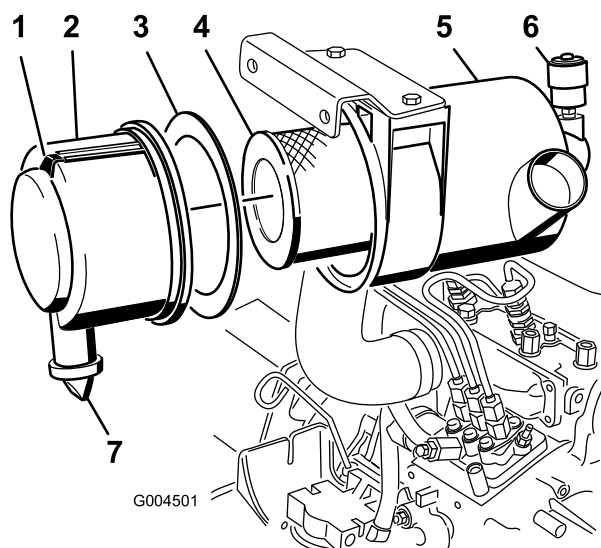

Figure 42
- Faites l'entretien du filtre à air quand l'indicateur de colmatage (Figure 42) est rouge ou toutes les 400 heures (plus fréquemment si vous travaillez dans une atmosphère extrêmement poussiéreuse ou sale). N'effectuez pas l'entretien du filtre à air trop souvent.
1. Tirez le verrou vers l'extérieur et tournez le couvercle du filtre à air dans le sens anti-horaire (Figure 42).
2. Déposez le couvercle du corps du filtre à air (Figure 42).
4. Déposez et remplacez l'élément principal (Figure 42).
6. Vérifiez que le joint en mousse est en place dans le couvercle et qu'il n'est pas déchiré ou endommagé (Figure 42). Remplacez-le s'il est endommagé.
- A. Retirez la valve de sortie en caoutchouc du couvercle (Figure 42).
10. Réarmez l'indicateur de colmatage (Figure 42) s'il est rouge.